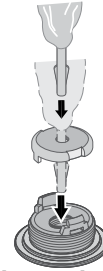

Figura 8: Empuje la clavija de anclaje a través de la parte superior. Jale de la cabeza hasta que las aletas se enganchen en posición.
12. Retire la tapa del adaptador del codo y empuje la clavija de anclaje a través de la parte superior. Desde el fondo de la tapa del adaptador del codo, jale de la cabeza de la clavija de anclaje hasta que las aletas se enganchen en posición. Vuelva a instalar la tapa del adaptador del codo en el adaptador del codo. Consulte la figura 8.